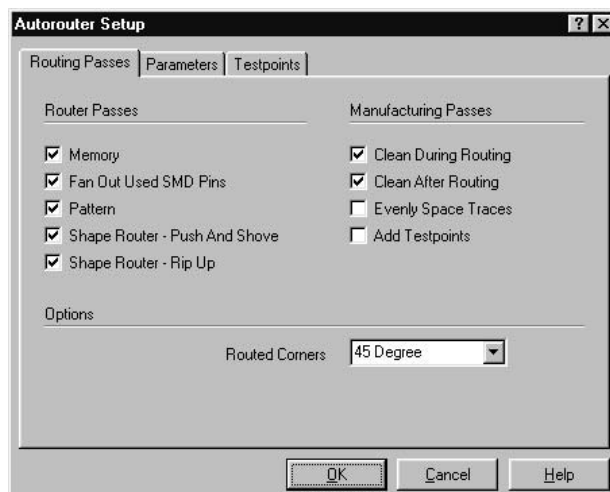

Рис.8.2.3
- На закладке **Routing Passes** в полях **Router Passes** и **Manufacturing Passes** зададим вид трассировки в соответствии с рис.8.2.3. Здесь каждое из окон обозначает следующее.